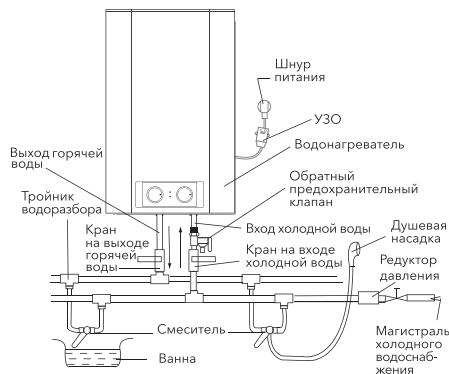

Рис. 7
4. Если необходимо реализовать много-канальную систему водоснабжения, используйте способ соединения (см. рис. 7 и 8).